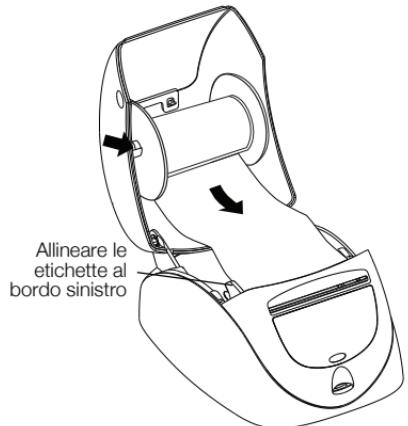

Figura 35
Per l'avanzamento corretto delle etichette durante la stampa, queste devono essere caricate con il lato sinistro contro il bordo sinistro della fessura di caricamento. Vedere la Figura 35.
- 6** Inserire la bobina etichette nella fessura del coperchio superiore, con le etichette sporgenti dal basso. Vedere la Figura 35.